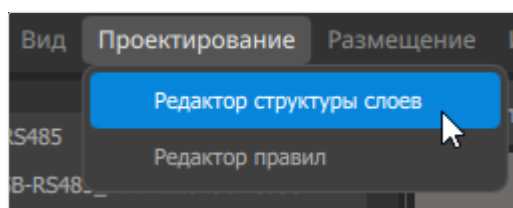

Рисунок 164. Вызов окна «Редактор структуры слоев»
- 1) Вызвать команду меню «Проектирование» → «Редактор структуры слоев» (см. рисунок 164).